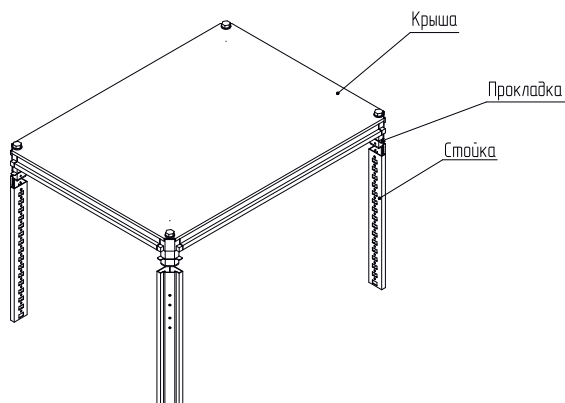

Рисунок 8
4.1.7 На крестовины крыши надеть четыре прокладки и вставить угловые элементы крыши в стойки (рисунок 8).